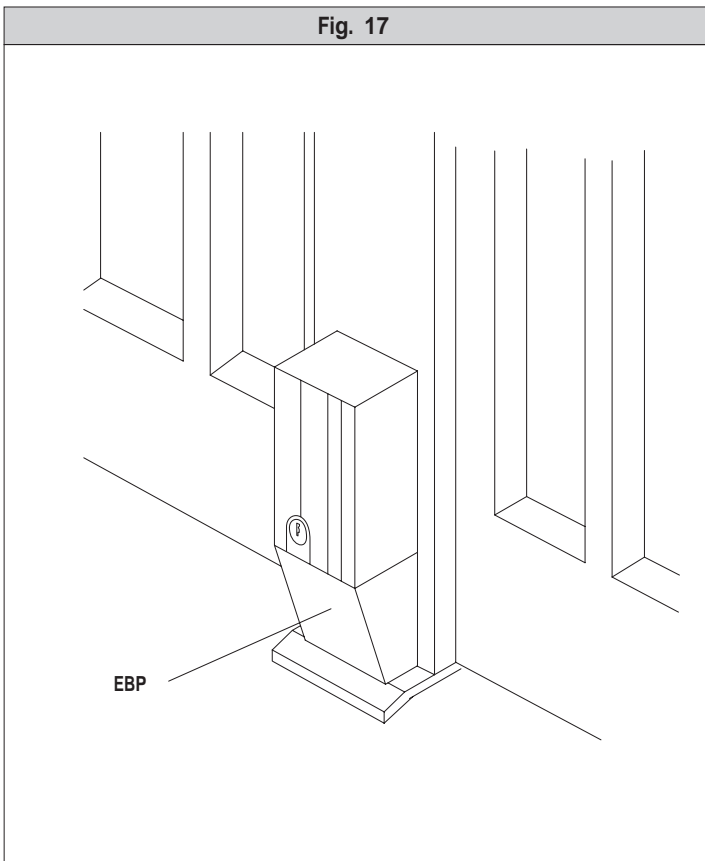

Fig. 18
- c) установите привод вертикально и открутите крышку «О» (рис.18)
- d) залейте масло в уровень ролика двигателя, который можно видеть под пробкой «О» (рис.18)